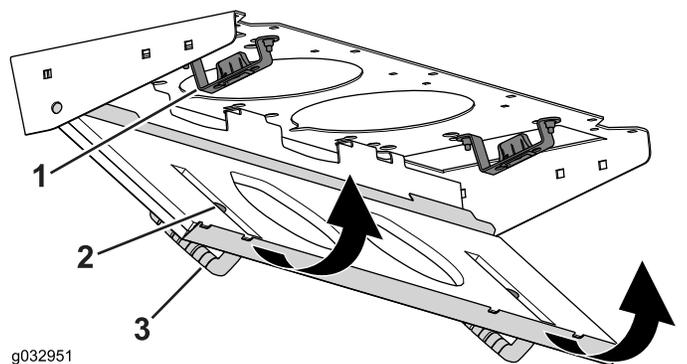

図 88
4. フィルタスクリーンを回転させてラッチをラッチ取り付けアセンブリにロックする 図 88。